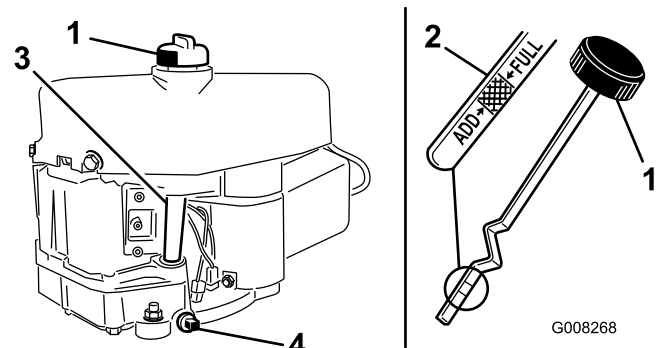

Figura 23
7. Limpie alrededor de la varilla (Figura 23) para impedir que caiga suciedad por el orificio de llenado y cause daños en el motor.
8. Desenrosque la varilla y limpie el extremo metálico (Figura 23).
9. Enrosque la varilla de aceite a fondo en el tubo de llenado (Figura 23).
9. Retire el tapón de vaciado de aceite para que se vacíe el aceite (Figura 23).
11. Limpie alrededor de la varilla y desenrosque el tapón (Figura 23).
12. Vierta lentamente aproximadamente un 80% del aceite de motor por el tubo de llenado (Figura 23).